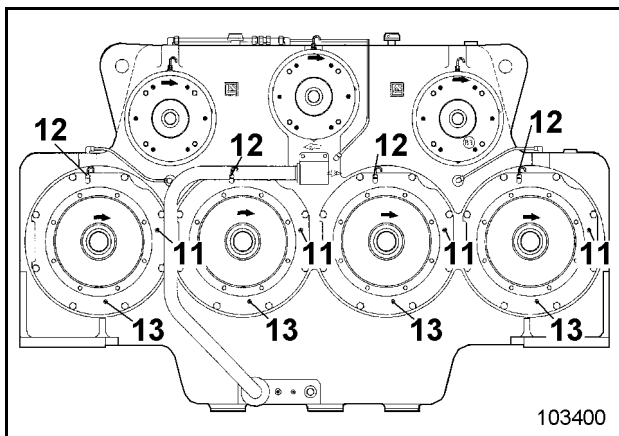

图 3-77:
- ☞ 在塞（图 3-77：中的 13）下方放置收集废油的适当容器。